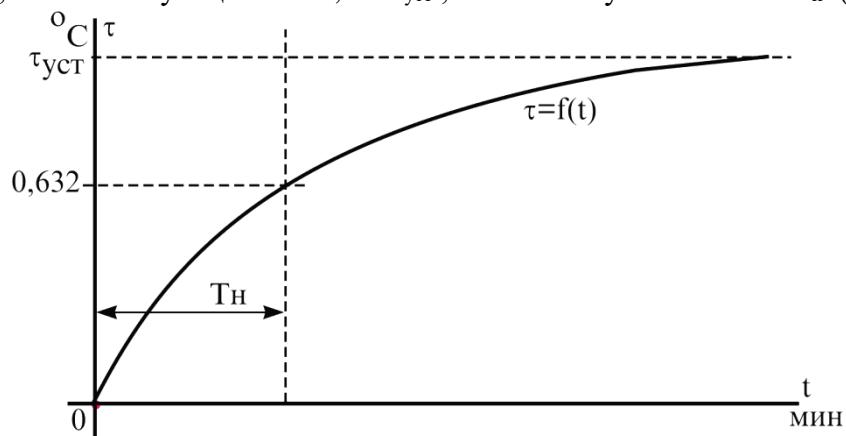

Рисунок 12.3. Кривую нагрева электродвигателя
2.4.2. Время, соответствующее $\tau = 0,632\tau_{\text{уст}}$, соответствует величина T_h (рис. 12.3).